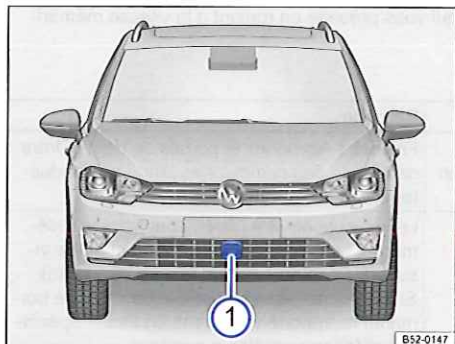

Fig. 177 Dans le pare-chocs avant : capteur radar
Afin d'évaluer les conditions de circulation, un capteur radar est monté dans le pare-chocs avant \Rightarrow fig. 177 ①. Ce capteur permet de détecter les véhicules qui vous précèdent jusqu'à une distance de 120 m environ